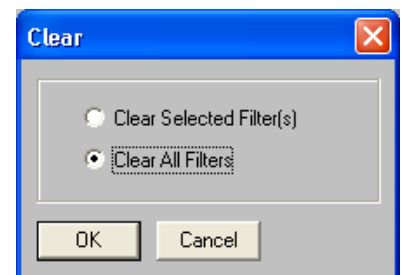

ABBILDUNG 7-14: Dialogfeld "Clear" (Löschen)
2. Das Dialogfeld "Clear" (Löschen) wird geöffnet (siehe Abb. 7-14).